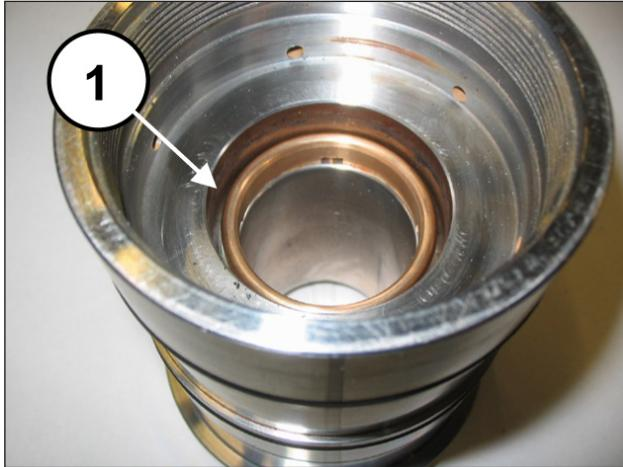

Рис. 150
Установите кольцо головки (поз. ①, Рис. 150), уплотнение высокого давления (поз. ①, Рис. 151) и стопорное кольцо (поз. ①, Рис. 152).